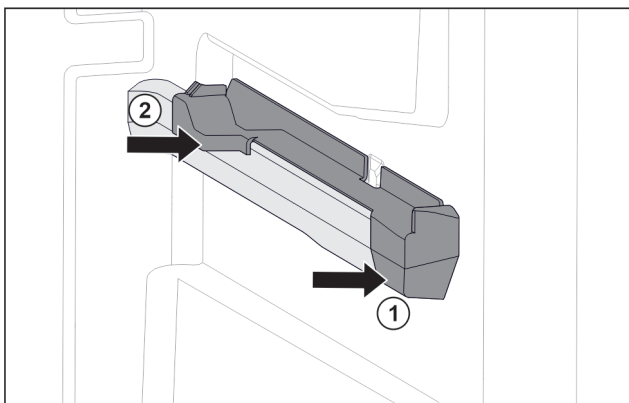

Fig. 32 Élément emboîtable sur la nervure de récipient droite
- Poser le devant de l'élément emboîtable contre la nervure de récipient. Fig. 32 (1)
- Enfoncer l'arrière de l'élément emboîtable. Fig. 32 (2)